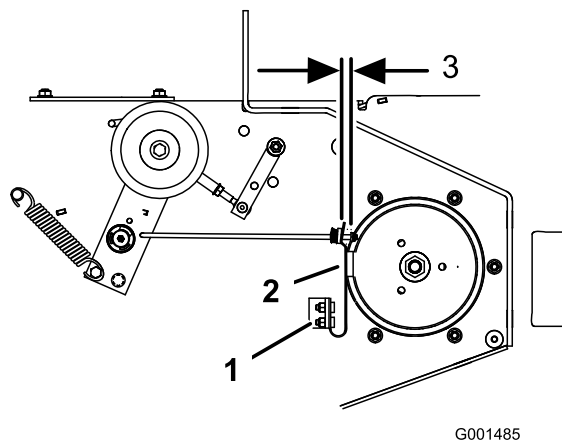

Figura 44
3. Si es necesario, ajuste los pernos de montaje del muelle hasta que la pastilla de freno de la cuchilla roce contra ambos lados de la ranura de la polea (Figura 44).
4. Ajuste la tuerca del extremo de la varilla de freno de la cuchilla hasta que quede un espacio de 3–5 mm (1/8–3/16 pulg.) entre la tuerca y el espaciador (Figura 44).